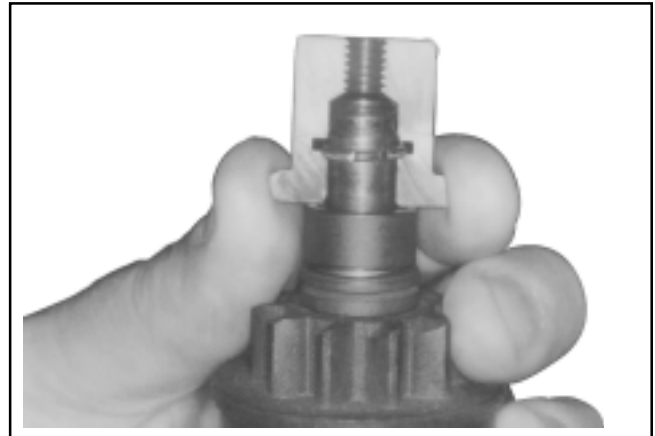

Figura 7-13. Montaje de una de las mitades interiores de la herramienta alrededor del eje del inducido y del anillo de retención.
3. Sujetando el retén del resorte en su posición retrasada, monte las dos mitades interiores de la herramienta de desmontaje alrededor del eje del inducido, con el anillo de retención en la ranura interior (ver Figura 7-13). Deslice el casquillo sobre las dos mitades interiores para sujetarlas en su posición.